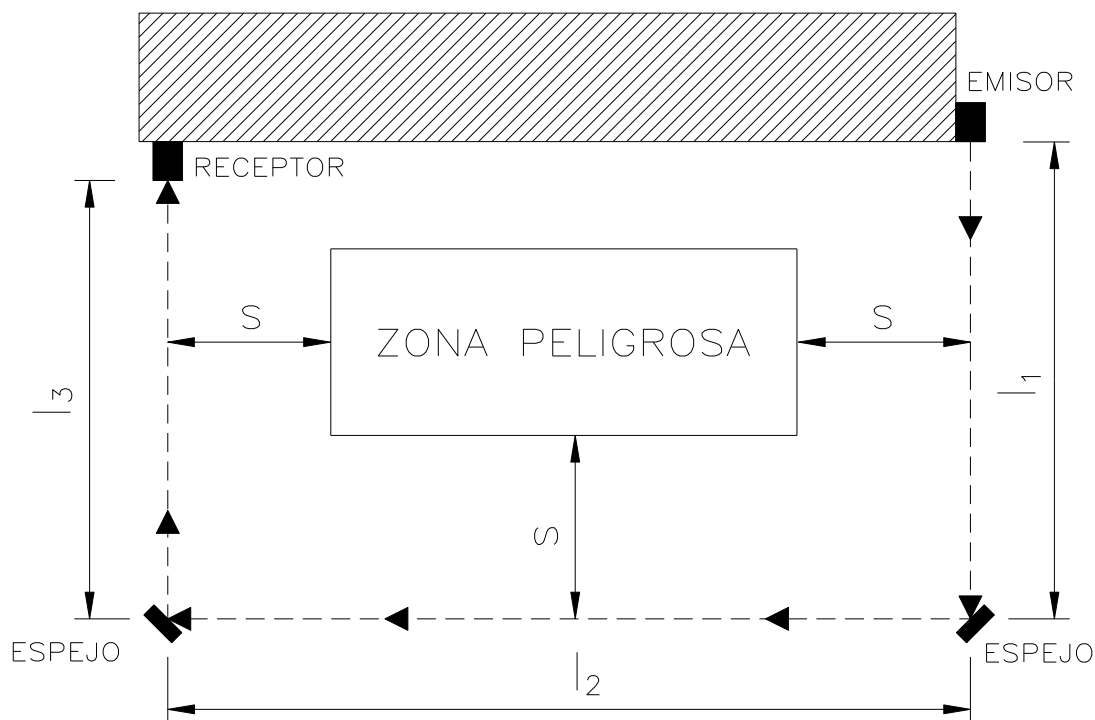

Figura 7 - Espejos de desviación
- Ubicar los espejos de modo tal que la distancia mínima de seguridad  $S$  (Figura 7) se respete en cada uno de los lados de acceso a la zona peligrosa.